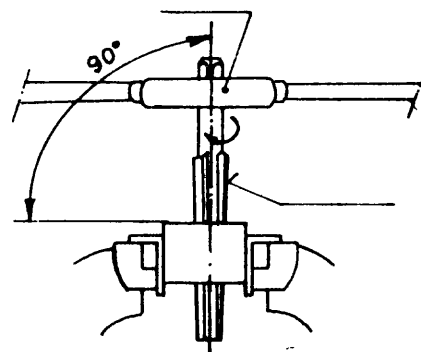

Fig. 3
- c Introduzca el escariador en el agujero de manera que los ejes del agujero y del escariador queden alineados (fig.3).